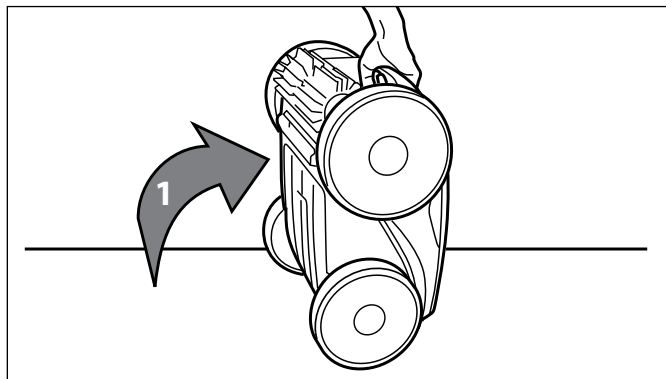

Figura 30. El limpiador en posici3n vertical
1. Levante el limpiador en posici3n ve rtical, para que la manija quede hacia arriba (Figura 30).